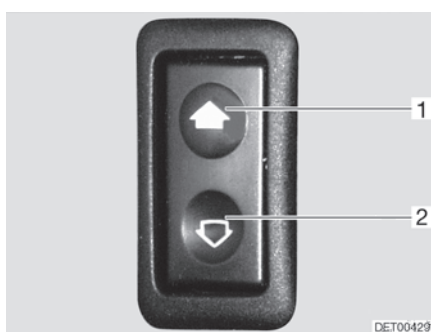

Fig. 45 Interruttore per alzacristalli elettrico
- Apertura:* ■ Premere l'interruttore in basso (Fig. 45,2).
- Chiusura:* ■ Premere l'interruttore in alto (Fig. 45,1).